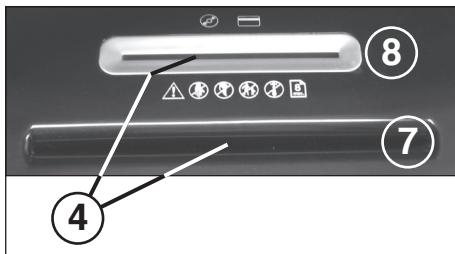

Fig. 2
4 = Lichtslot (bij vooruit draaien) (Fig. 2)
7 = Papertoeroergleuf (Fig. 2)**8 = Veiligheidstoeroergleuf (Fig. 2)****9 = Opvangbak papier (Fig. 3)****10 = Opvangbakje cd/dvd (Fig. 3)****TOEPASSING VAN DE MACHINE:**
Papier voert u in via de papertoeroergleuf (7) (Fig. 2).
Gegevensdragers (cd's, dvd's of creditcards) voert u in via de aparte veiligheidstoeroergleuf (8) (Fig. 2).